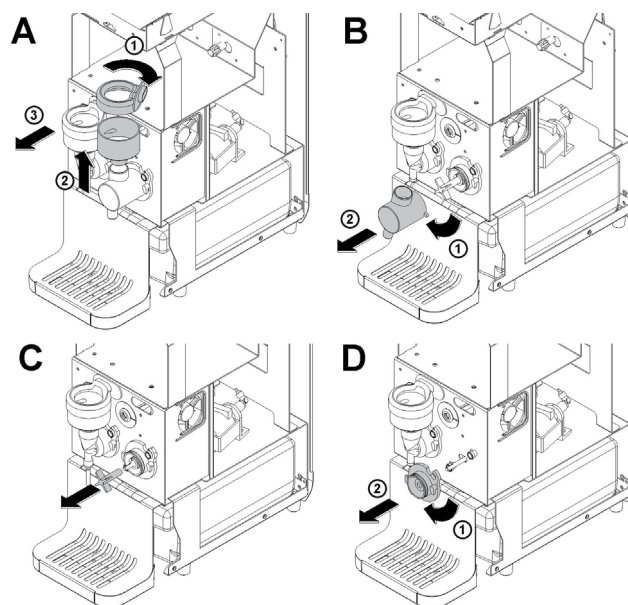

figura 8
- 5 Para desmontar los mezcladores proceda en la forma siguiente. (ver figura 8)